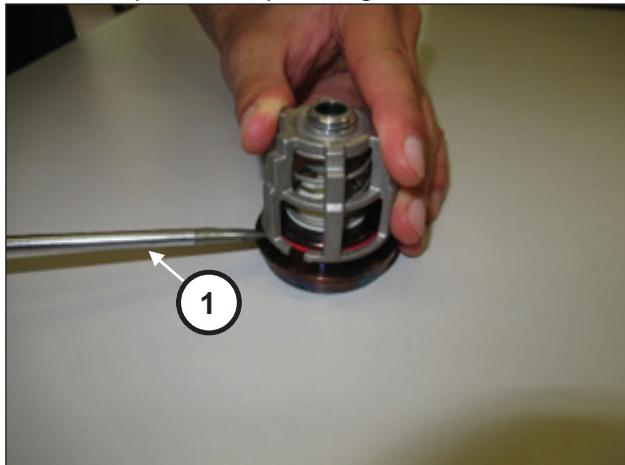

Fig. 142
Smontare i gruppi valvola di aspirazione e mandata facendo leva con semplici attrezzi (pos. ①, Fig. 142).